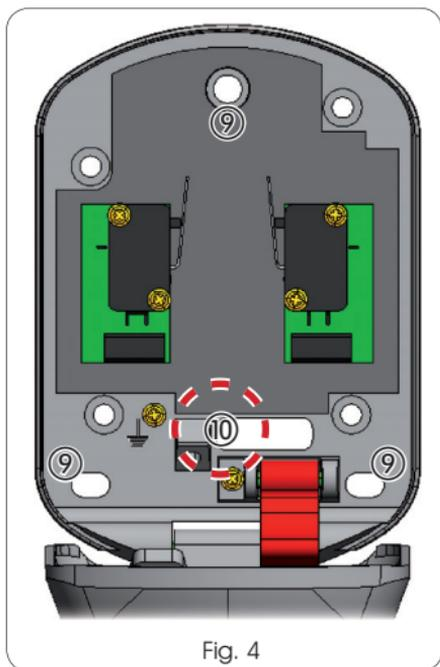

Fig. 4
- Zum Anzeichnen der Referenzpunkte für die Bohrungen an der Wand die Vorrichtung XK 21 verwenden (siehe Fig. 4, Bez. ⑨);
ACHTUNG: Sicherstellen, dass die Bohrung für den Durchzug der Stromkabel und des Entriegelungskabels einen Durchmesser von mindestens 20 mm aufweist und entsprechend den Angaben in Fig. 4 Bez. ⑩ ausgebildet wird